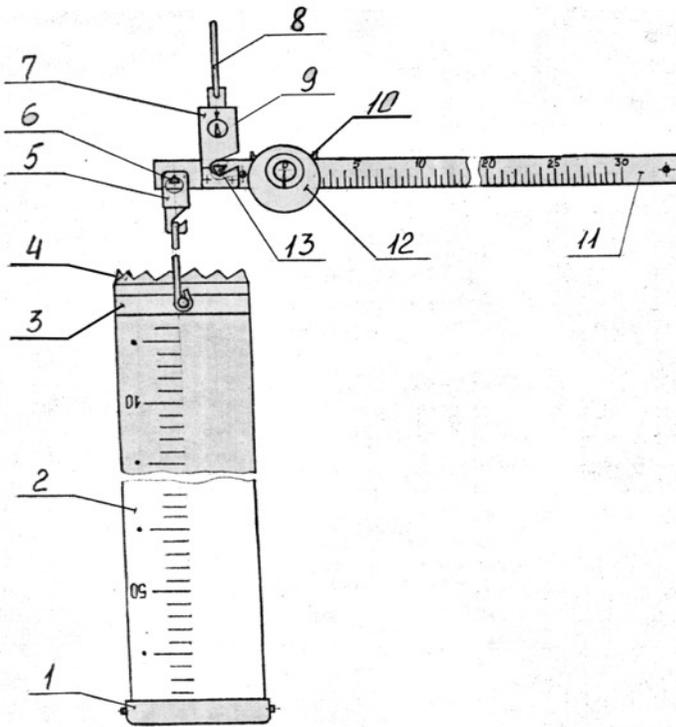

Abbildung 1
Die Schneesonde (Abb. 1) besteht aus einem Metallzylinder (2) und einer Balkenwaage (11) mit Laufgewicht (10). Der Metallzylinder ist an einem Ende als Ringsäge (4) ausgebildet und kann am anderen Ende durch einen Deckel verschlossen werden (1).